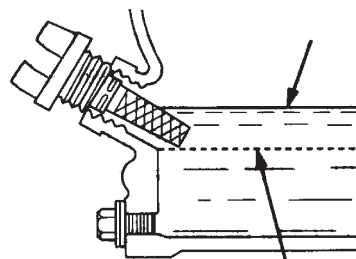

Figure 16. Jauge à huile moteur (niveau d'huile)
4. Si le niveau est bas (figure 16), ajouter de l'huile de type recommandé (tableau 4) jusqu'au bord de l'orifice. Le réservoir d'huile contient 0,45 L (0,48 pinte).